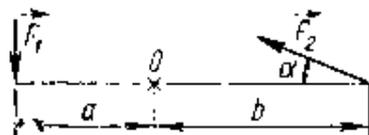

Рис. 7
3. На тело действуют две силы  $F_1 = 40$  Н и  $F_2 = 50$  Н, как показано на рис. 7 ( $a = 0,5$  м,  $b = 0,8$  м,  $\alpha = 30^\circ$ ). Какая из сил создает больший момент относительно точки O?